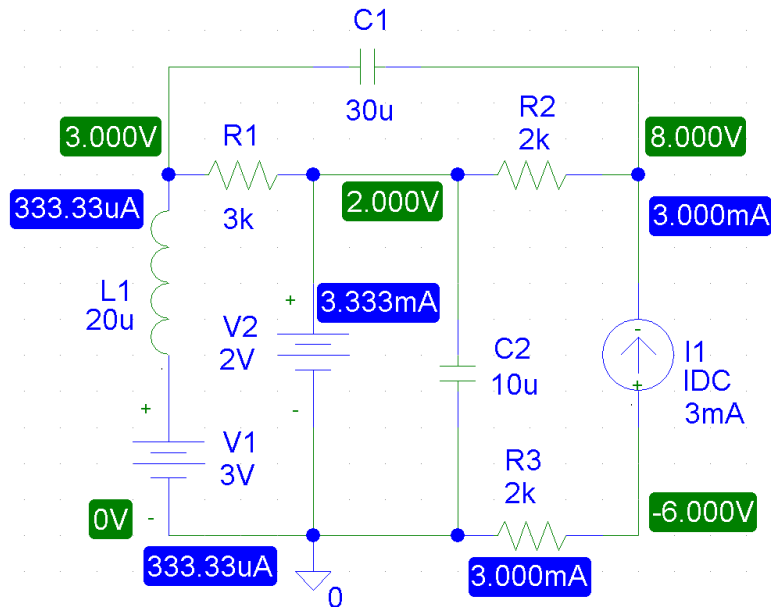

Рисунок 1.4 – Отображение токов и напряжений
**1.4.6** Передвинуть с помощью мыши отобразившиеся значения токов и напряжений так, что бы схема имела читаемый вид (**рис. 1.4**). С помощью скриншота (Screenshot) сохранить схему в заготовке отчета.